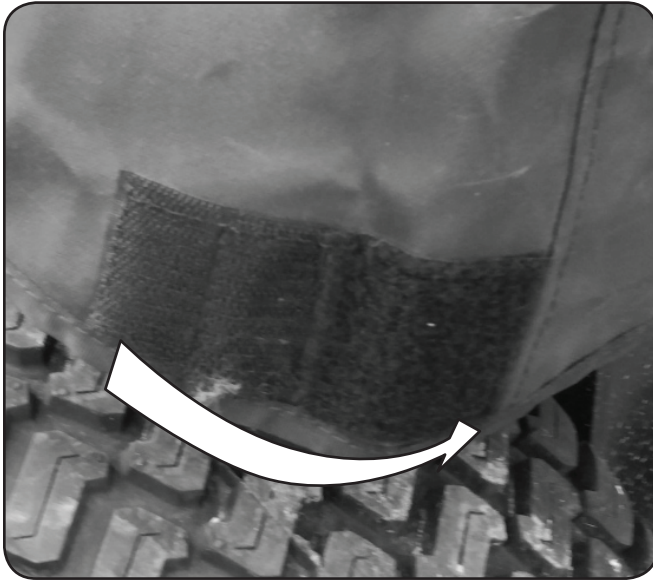

Figura 3-17
10. Sujete las dos correas de velcro en las esquinas posteriores de la Cabina para nieve a fin de asegurar que quede bien ajustada. Consulte la Figura 3-17.